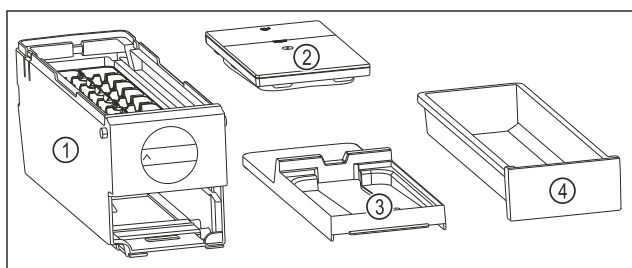

Fig. 138 Компоненти EasyTwist-Ice
- ▷ EasyTwist-Ice складається з чотирьох частин. (див. Fig. 138)
- ▶ Розбирайте EasyTwist-Ice тільки на зображені компоненти. (див. Fig. 138)
- ▶ Очистіть корпус EasyTwist-Ice Fig. 138 (1) без розбирання.